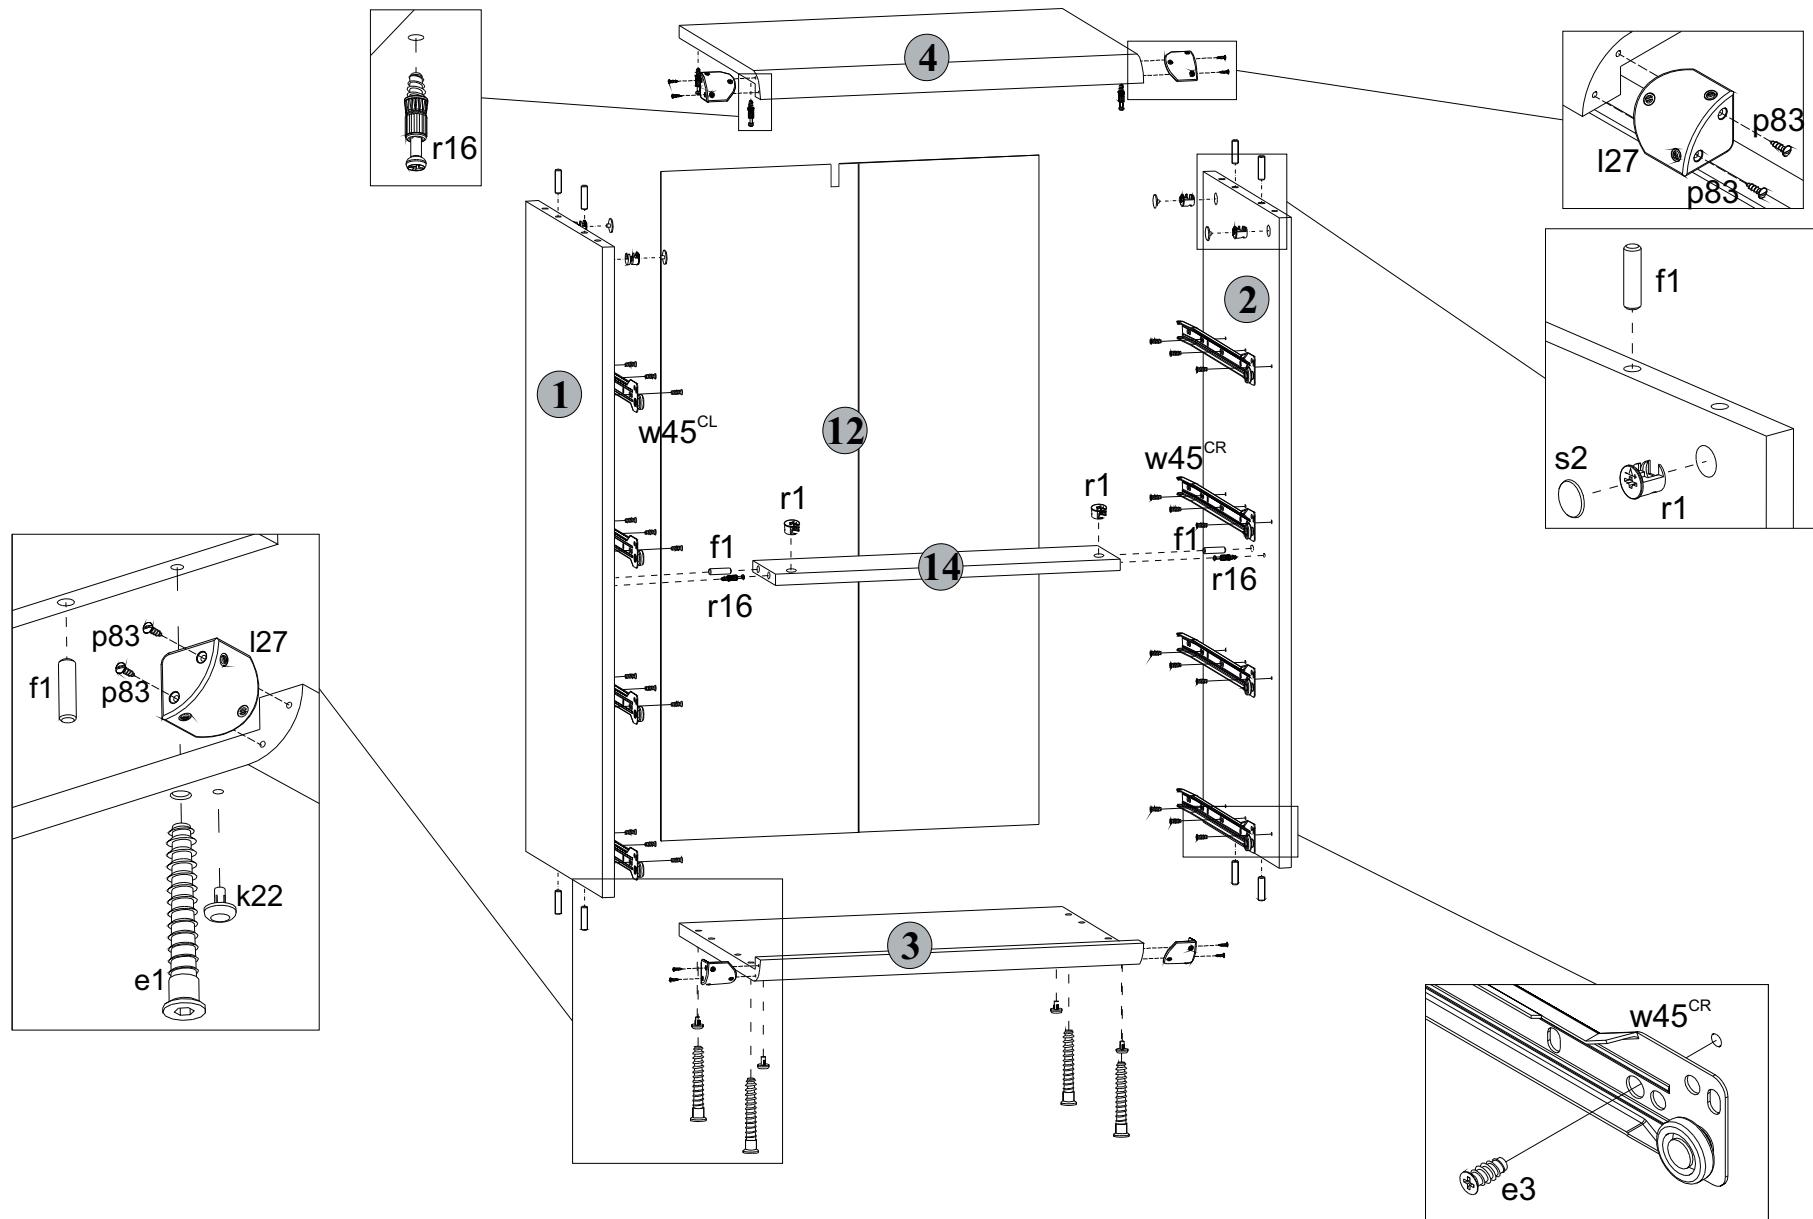

Рис. 2
5.5 В отверстия диаметром **5 мм** на нижней поверхности щита верхнего **4** вкрутить винты стяжки **r16**, пользуясь крестообразной отверткой (**см.рис. 2**).
5.6 В отверстия диаметром **4,5 мм** на нижней поверхности щита нижнего **3** вставить опоры полимерные **k22** (подпятники) (**см.рис. 2**).
5.8 К стенкам боковым **1** и **2** присоединить щит нижний **3** и стянуть еврошурупами **e1**, пользуясь специальным ключом **z1** из комплекта фурнитуры (**см.рис. 2**).